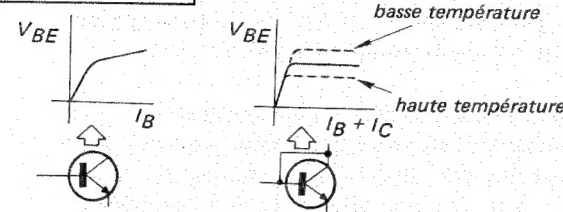

Fig. 10
- D401, Q403, Q404 et D402 constituent une source de tension constante compensée thermiquement qui fonctionne comme suit (les tensions dont il est question ici sont relatives à la tension B -): D402 (EQB01-05) est une diode zener 5 V qui maintient l'émetteur de Q404 au niveau +5 V. Afin d'obtenir du collecteur de Q404 une tension V_{BE} uniforme, la base et le collecteur de ce transistor sont banchés comme indiqué Fig. 10. Les caractéristiques résultant de ce branchement sont également indiquées Fig. 10.